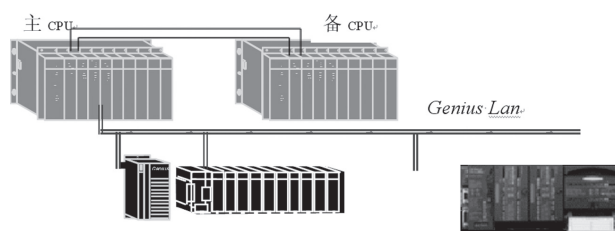

图1
2.1.1 GE Fanuc 90-30热备冗余示意图，如图1所示